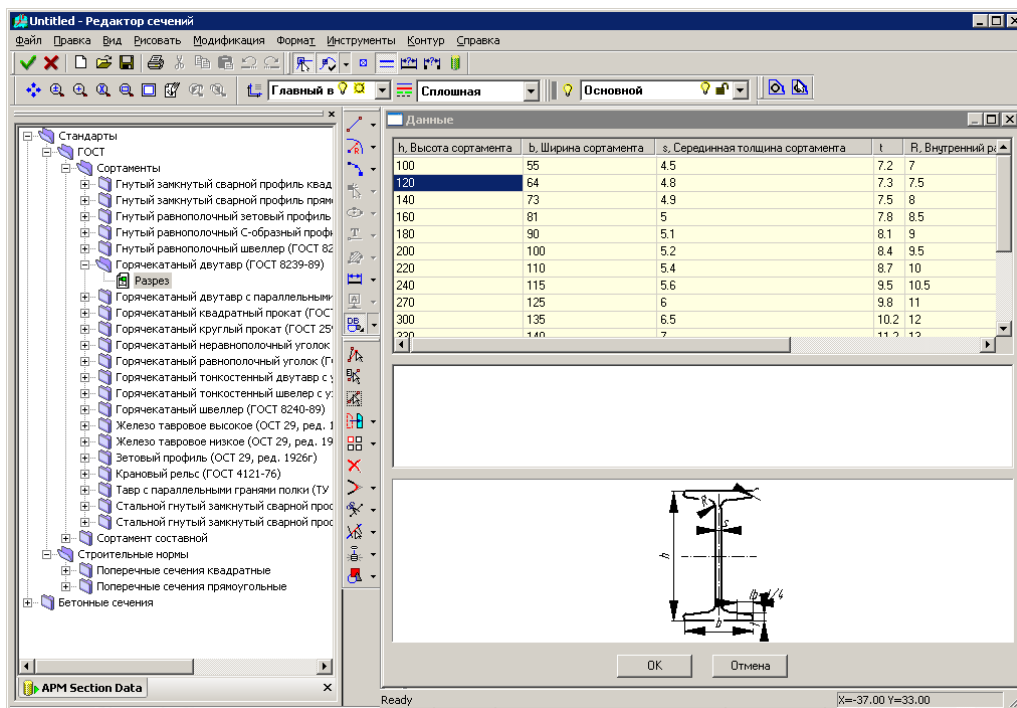
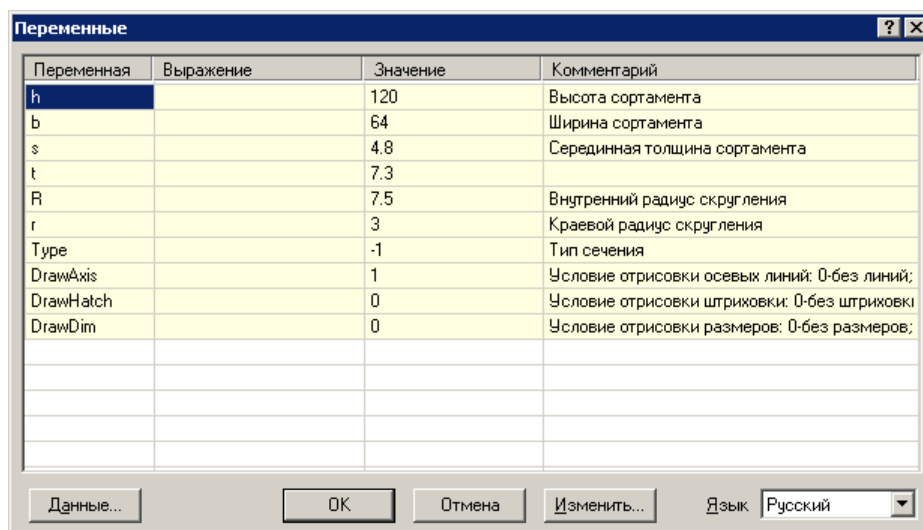

Рис. 3.4. Диалоговые окна **База данных** и **Данные**
Рис. 3.5. Диалоговое окно **Переменные**
Выбираем в разделе **Сортаменты/Горячекатаный двутавр (ГОСТ 8239-89)** параметрическую модель сечения **Разрез**, выделив ее на дереве базы данных (рис. 3.4). При этом в окне **Данные** в виде таблицы отображается номенклатурный ряд геометрических параметров выделенной модели. Выберите из списка двутавр высотой сортамента  $h = 120$  мм (что соответствует требованию по условию двутавру №12) и нажмите кнопку **OK** окна **Данные**. Эти действия приведут к закрытию окна **Данные** и появлению диалогового окна с переменными рассматриваемой параметрической модели (рис. 3.5). Значение любой из переменных может быть изменено, однако делать это для стандартных сечений **НЕ РЕКОМЕНДУЕТСЯ**. Нажатием кнопки **OK** закрываем окно **Переменные** и переходим в режим вставки параметрической модели в поле редактора.
3) *Задание угла наклона сечения.* Нажатие клавиши **Enter** приведет к вставке параметрической модели с углом наклона 0, что соответствует положению сечения в окне **Данные** (см. рис. 3.4). Для ввода иного угла наклона сечения вызовите соответствующий диалог, нажав клавишу **Пробел**.